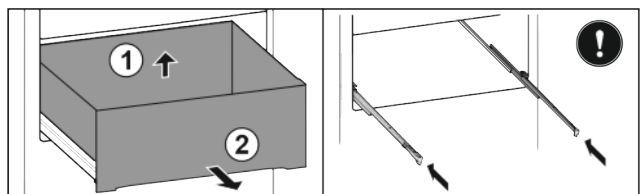

Fig. 26*
- ▶ Поднимите выдвижной ящик сзади Fig. 26 (1).*
- ▶ Извлеките движением вперед Fig. 26 (2).*